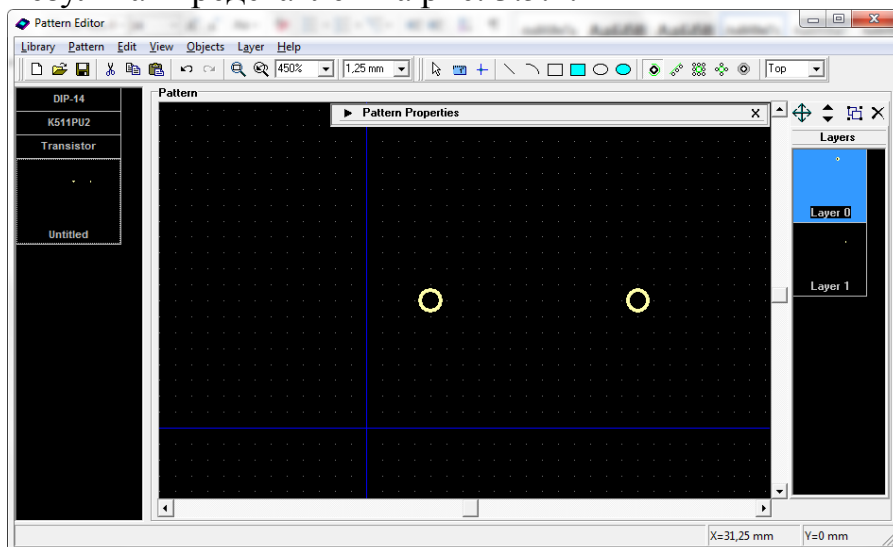

Рис. 3.5.1
3) Установить контактные площадки посадочного места микросхемы. Для этого выполнить команду **Place Pad**. Поставить курсор в точку (5; 10) и щелкнуть ЛК. Перевести курсор в точку (21,25; 10) и щелкнуть ЛК, затем ПК. Будут установлены контактные площадки под выводы диода. Затем щелкнуть ПК. Результат представлен на рис. 3.5.1.